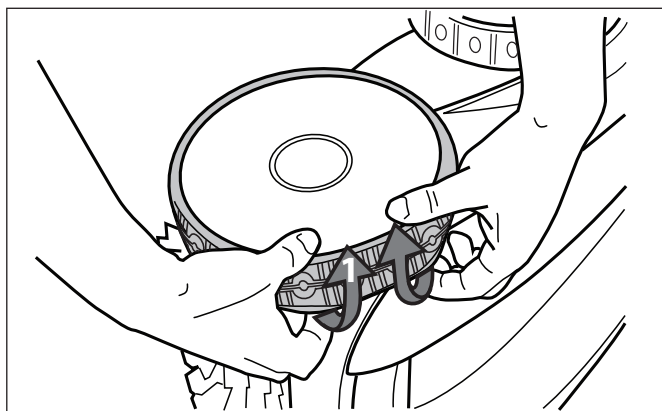

Figure 31. Retirer le pneu usé de la roue
1. Tirez à l'intérieur de l'ancien pneu pour retirer la lèvre du pneu (Figure 31).